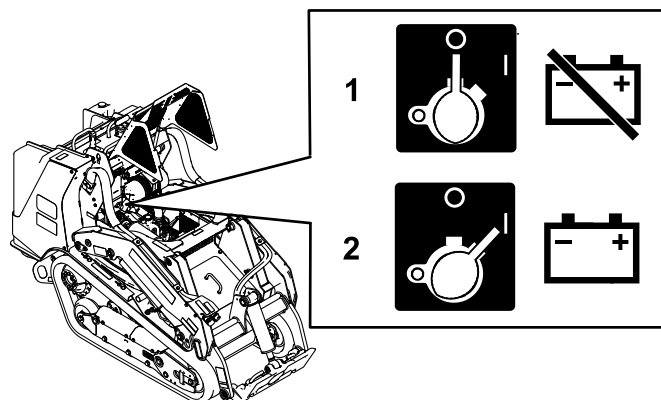

Figure 54
- Pour mettre la machine sous tension, tournez le coupe-batterie dans le sens horaire à la position SOUS TENSION (Figure 54).
- Pour mettre la machine hors tension, tournez le coupe-batterie dans le sens antihoraire à la position HORS TENSION (Figure 54).